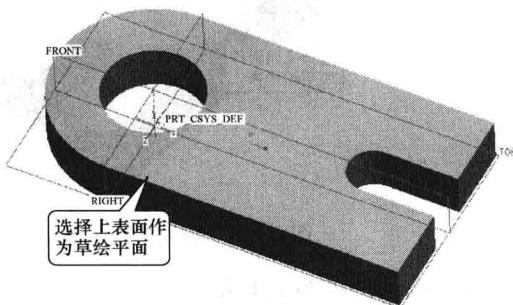
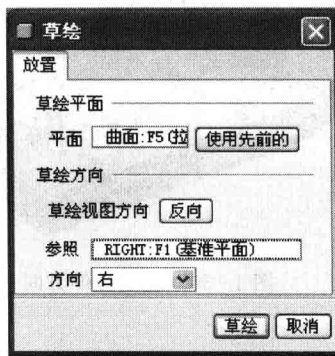

图 1-26 零件底板
图 1-27 【草绘】对话框
11) 在拉伸特征操控板的文本框中输入特征拉伸深度“0.5”。单击按钮 ，按住鼠标中键拖动鼠标旋转模型进行预览，确定无误后，单击操控板上的按钮 ，最后生成的模型如图 1-26 所示。
1) 单击特征工具栏中的“拉伸”工具按钮 ，在绘图区中单击鼠标右键，在弹出的快捷菜单中，选择“定义内部草绘”命令，打开【草绘】对话框，选取如图 1-26 所示实体的上表面作为草绘平面，接受系统默认的放置方式，如图 1-27 所示。单击“草绘”按钮进入二维草绘模式。